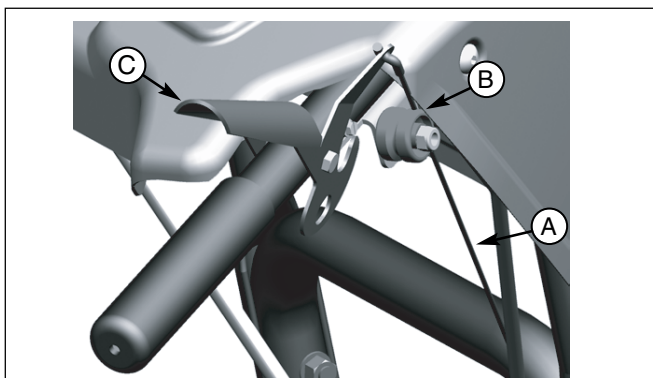

Figure 15. Bouton du câble de la vis
1. Vérifiez que le câble de la vis (A, figure 15) est situé au sommet du bouton de câble (B) tel qu'indiqué sur la figure 15.
13. Tournez le joint à rotule (C, figure 15) jusqu'à ce qu'il soit aligné avec le trou de la tringle du levier de vitesse (E). Lorsqu'ils sont alignés, fixez le joint à rotule (C) sur la tringle du levier de vitesse (E) et resserrez l'écrou d'arrêt (B).